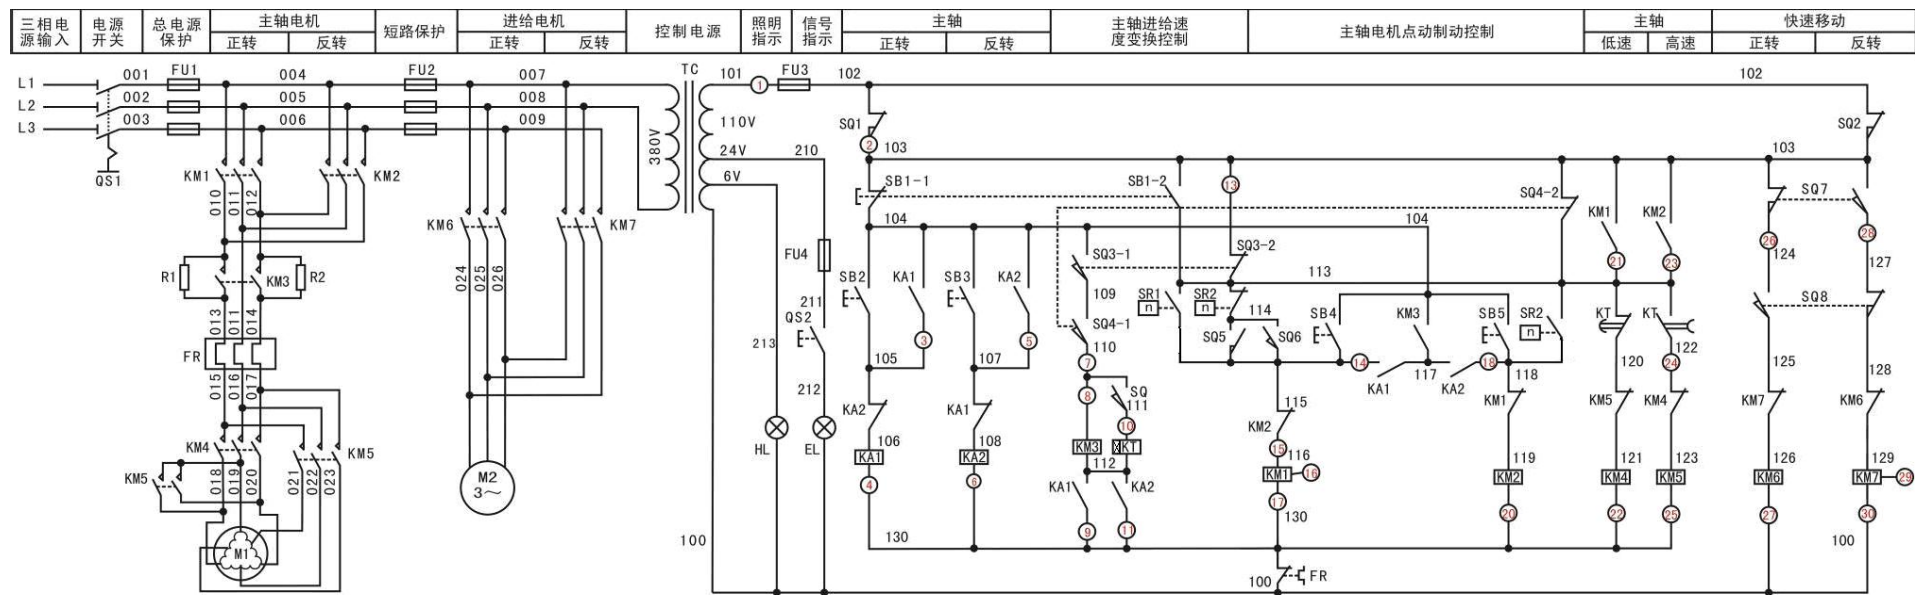

图3-2 T68卧式镗床电气控制线路故障图
T68卧式镗床电气控制线路故障图如图3-2所示。
- 2) 压下快速移动手柄正转不能进行。T68卧式镗床电气控制线路故障图如图3-2所示。